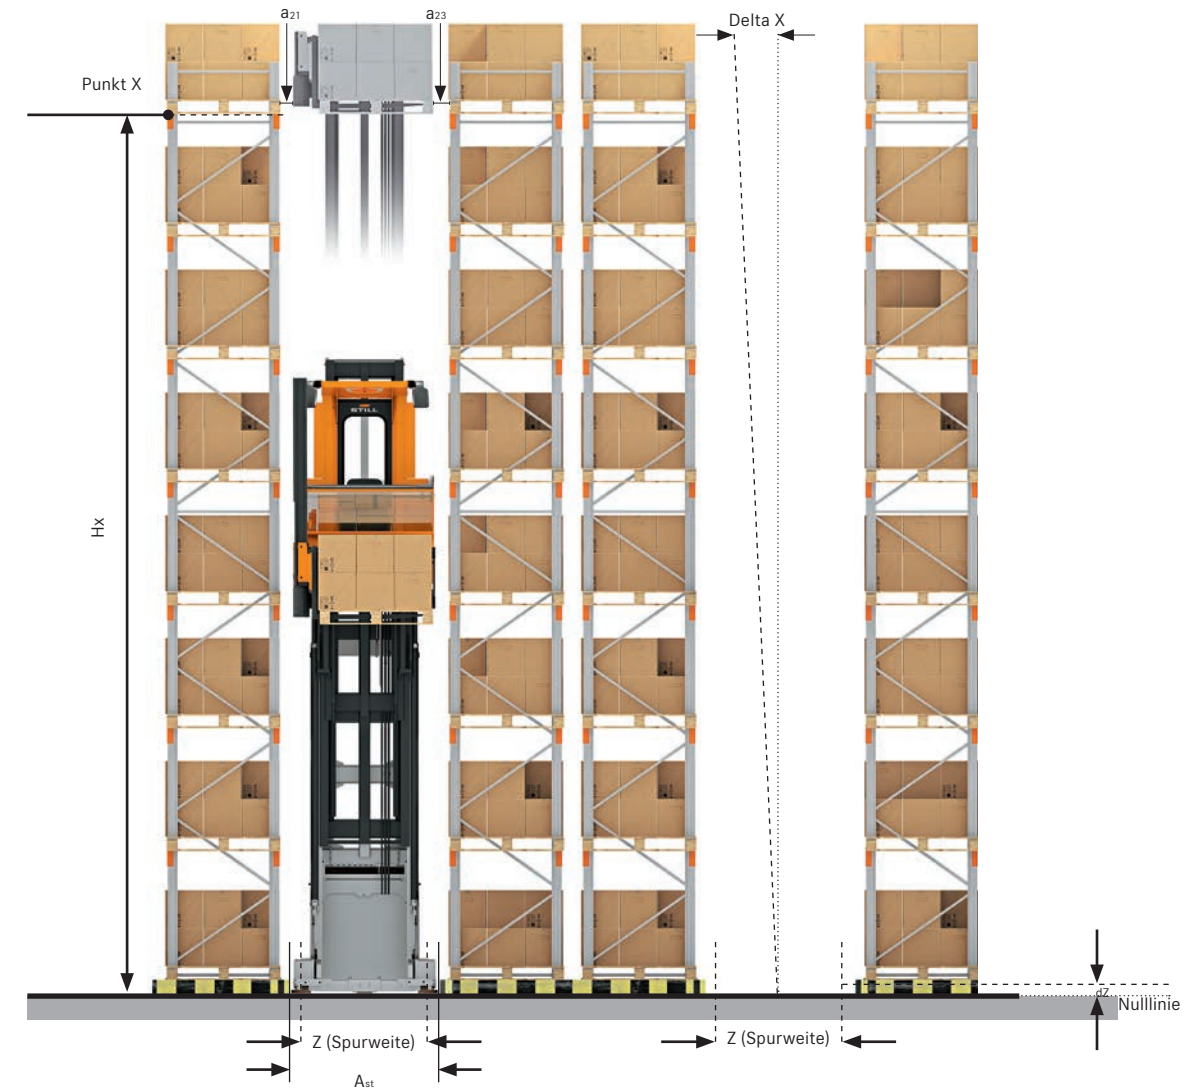

Abbildung 4: Ermittlung des zulässigen Höhenunterschieds
- Die Sicherheitsabstände zum Regal a_{21}/a_{23} (Abbildung 4) werden individuell ermittelt. Sie sind abhängig von der Fahrgeschwindigkeit, dem Führungssystem sowie der Höhe der obersten Regalauflage.